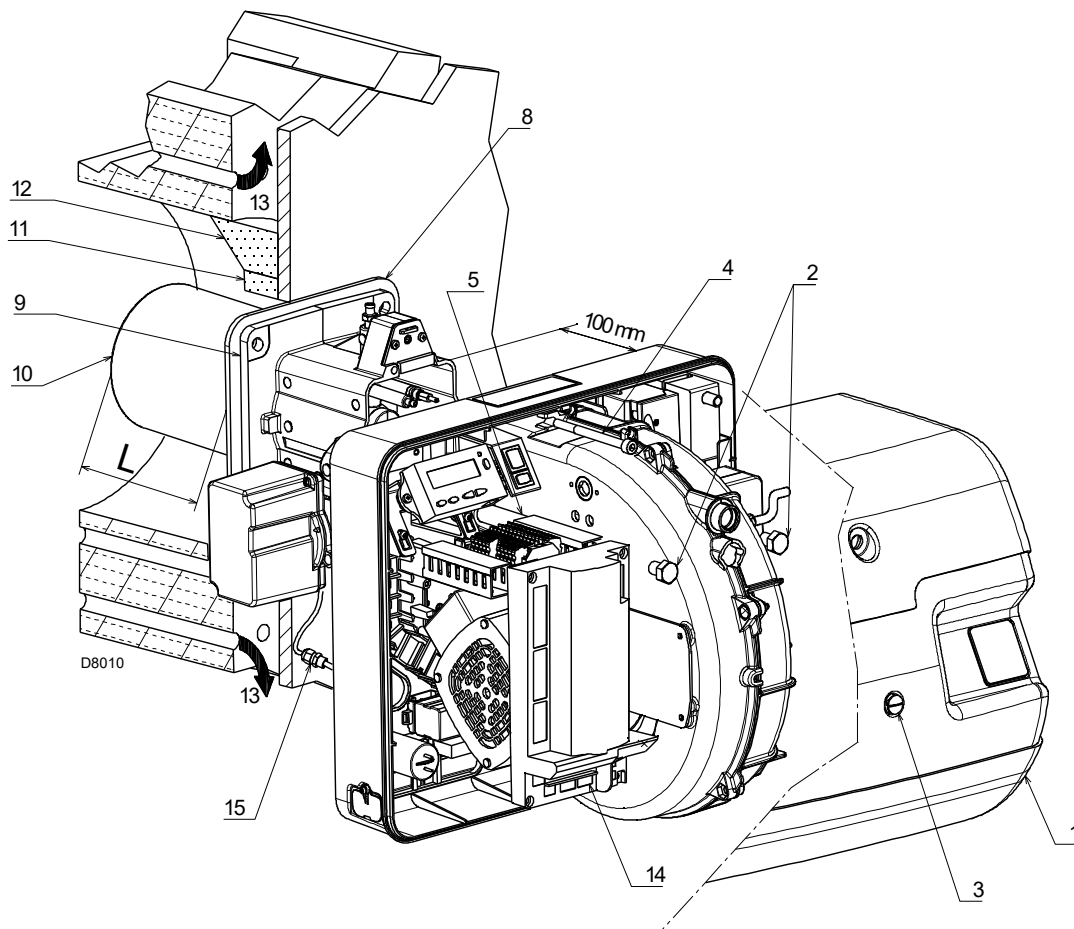

Fig. 17
Para calderas con paso de humos delantero 13)(Fig. 17), realizar una protección de material refractario 11), entre el material refractario de la caldera 12) y el tubo llama 10). Esta protección debe permitir el desplazamiento del tubo de llama.
Separar el cabezal de combustión del resto del quemador, como en la Fig. 17; proceder de la siguiente manera:
- volver a montar el quemador en las guías 3) aproximadamente a 100 mm del manguito 4) - quemador en la posición ilustrada en la Fig. 17;
- conectar el conector macho del servomotor 14)(Fig. 17) y enroscar el anillo pasacable 15);